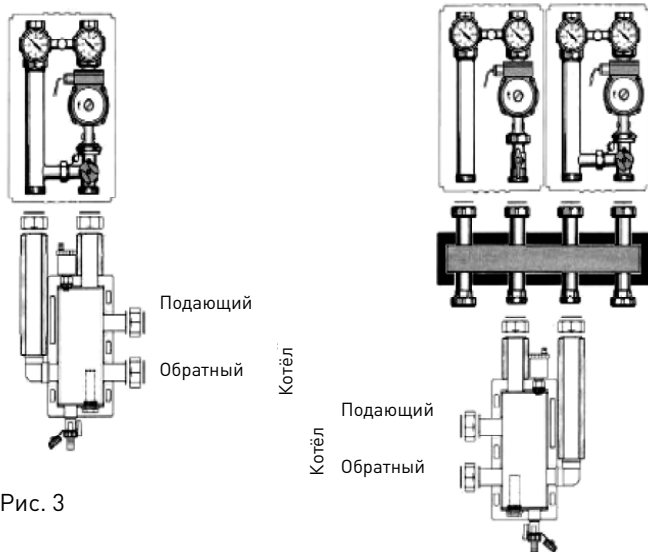

Рис. 3
5.2 Монтаж многофункциональных устройств для технического обслуживания и чистки отопительных систем до 85 кВт (Поколение 7) может осуществляться как на распределительной гребенке, так и на самой группе (рис. 3).